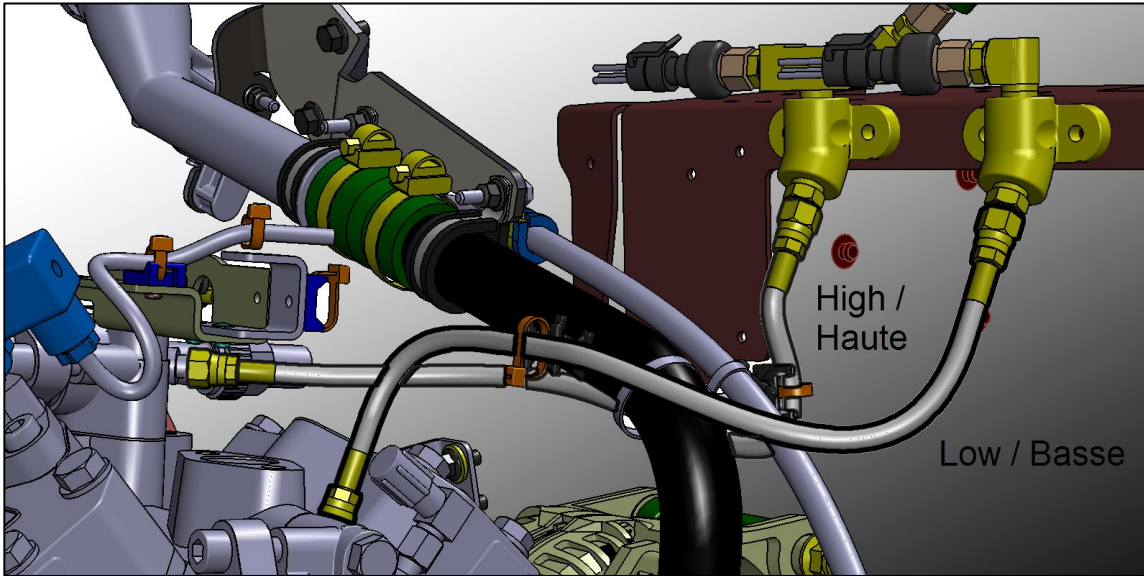

Figure 21
2.15.1. Installer une base d’attache de câbles **504751** un peu en bas de la section flexible du tuyau de remplissage d’huile et fixer le câblage (1). Acheminer le câblage vers le moteur en passant par-dessus le tuyau de remplissage d’huile. (fig. 21).
2.15.2. Fixer l’excédent de fil d’embrayage le long de la branche principale du harnais (2). (Fig. 21)
#3 Sur le câble d'alternateur pour prévenir l'abrasion..(Fig 21)